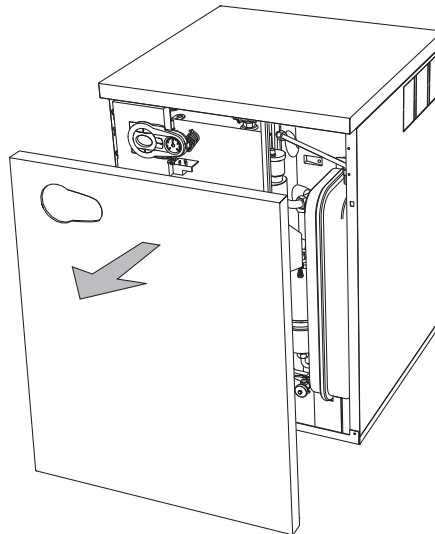

fig. 24 - Ouverture du panneau avant
2. Retirer le panneau avant (voir fig. 24).
Pour ouvrir l'enveloppe de la chaudière, tirer vers soi le panneau et le décrocher (voir fig. 24).